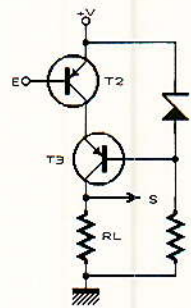

Figure 3 - Le montage cascade.
b) le deuxième étage est un peu plus compliqué. Il s'agit d'un étage cascode, alimenté par une source de courant. Le montage cascode (figure 3) présente des avantages qu'on a tendance à oublier aujourd'hui. Pourtant, il
C'est précisément ce dont nous avons besoin dans le cas présent. Comme le montre le schéma de la figure 3, T2 attaque l'émetteur de T3, dont la base est mis à un potentiel stabilisé par la diode Zener et qui se comporte donc en montage à base commune. L'effet Miller de T3 (dû à la capacité collecteur-base) est éliminé et il suffit de prévoir une